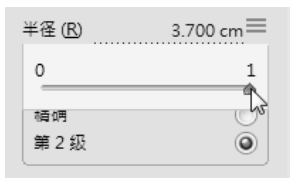

图 2-11 通过滑块调整半径参数
2) 将光标移动到参数“半径”值右侧的图标上时，会弹出一个滑块，此时可拖动滑块调整半径参数，如图 2-11 所示。